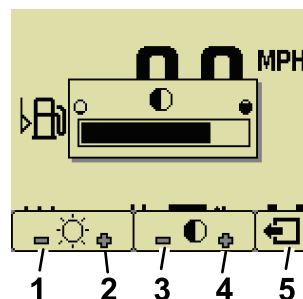

Figure 20
2. Utilisez les icônes plus et moins pour modifier la luminosité et le contraste (Figure 20).